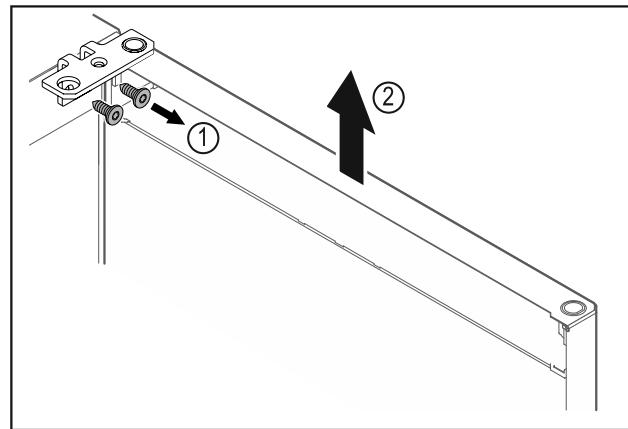

Fig. 12
- Deșurubați Fig. 12 (1) colțarul balamalei.
- Ridicați ușa inclusiv colțarul balamalei Fig. 12 (2) aproximativ 200 mm drept în sus și detașați-o.